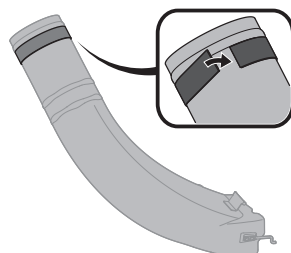

Figura 25
7. Aplique la otra tira de goma adhesiva ancha (735-05020) en el extremo superior del codo del canal de descarga. Coloque la tira adhesiva arriba contra el reborde en la porción superior del codo del canal de descarga, tal como se detalla en el recuadro de la Figura 25.